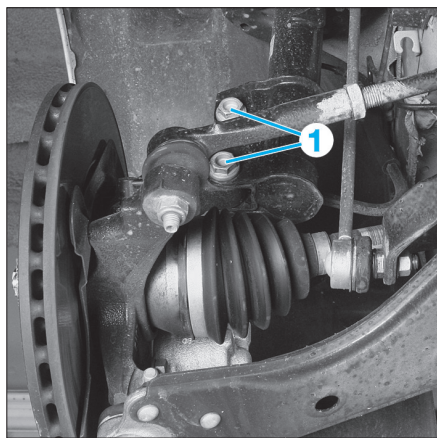

Fig. 2
- Soulever le véhicule puis remplacer les boulons (1) (Fig.2).